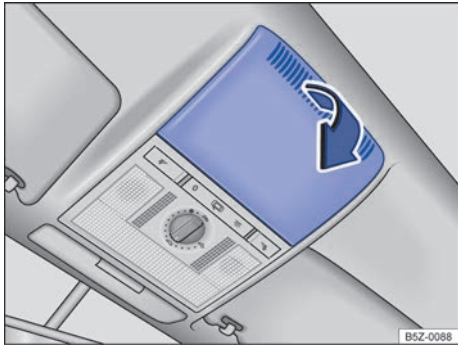

Fig. 155 En el guarnecido del techo: desmonte la cubierta.
- Desmonte la cubierta en el sentido de la flecha ⇒ fig. 155.